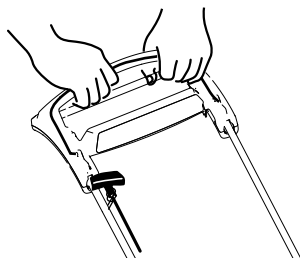

Figura 18
3. Sujete la barra de control de las cuchillas contra el manillar (Figura 18).